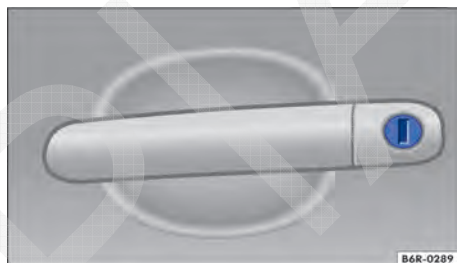

Fig. 62 Maçaneta da porta do condutor com cilindro da fechadura.
- Introduzir a haste da chave no cilindro da fechadura e destravar ou travar o veículo → Fig. 62.